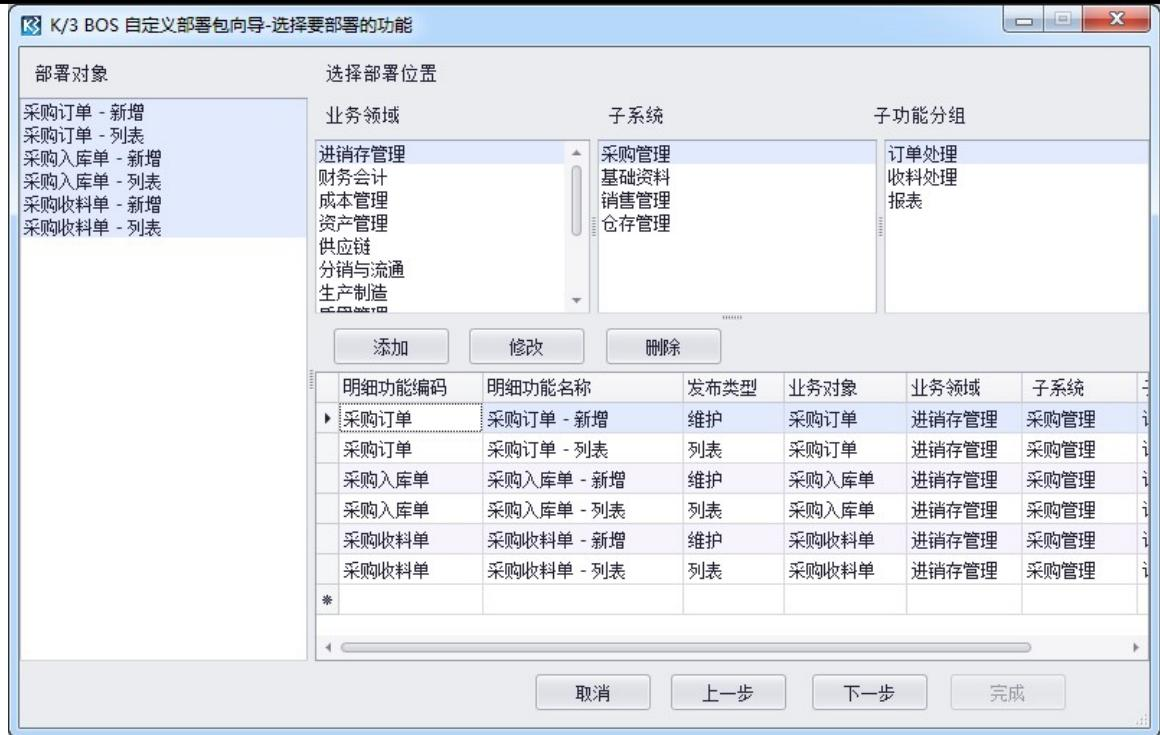

图 12-1-4 功能部署配置
3、功能部署实现的功能是将部署包内的业务对象发布到目标数据中心，首先选择部署对象，然后选择部署位置，点击【添加】，将部署对象添加至目标数据中心发布路径，点击下一步进入文件部署界面，如图 12-1-4 所示。